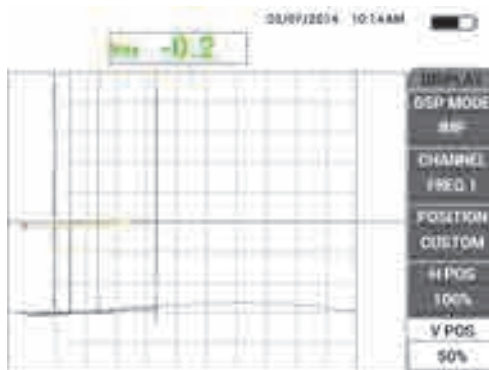

Рис. 5-44 Использование вертикальных опорных линий для определения толщины
8. Определите следующее значение толщины, используя вертикальные опорные линии (см.Рис. 5-44 на стр. 159).